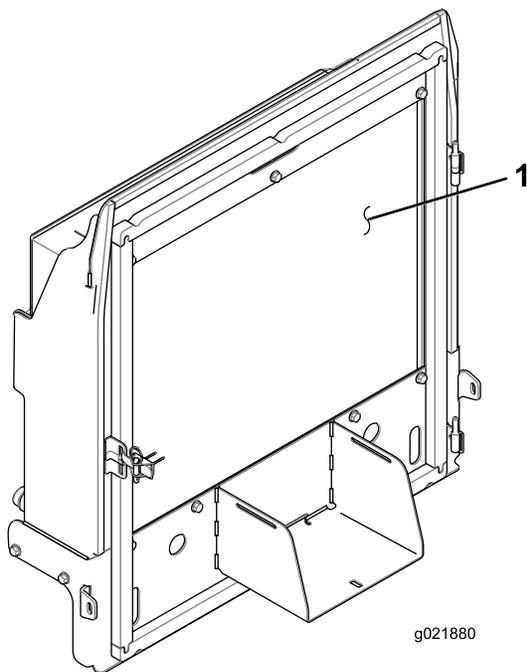

Figura 92
4. Pulite accuratamente entrambi i lati del radiatore/refrigeratore dell'olio con aria compressa (Figura 92).